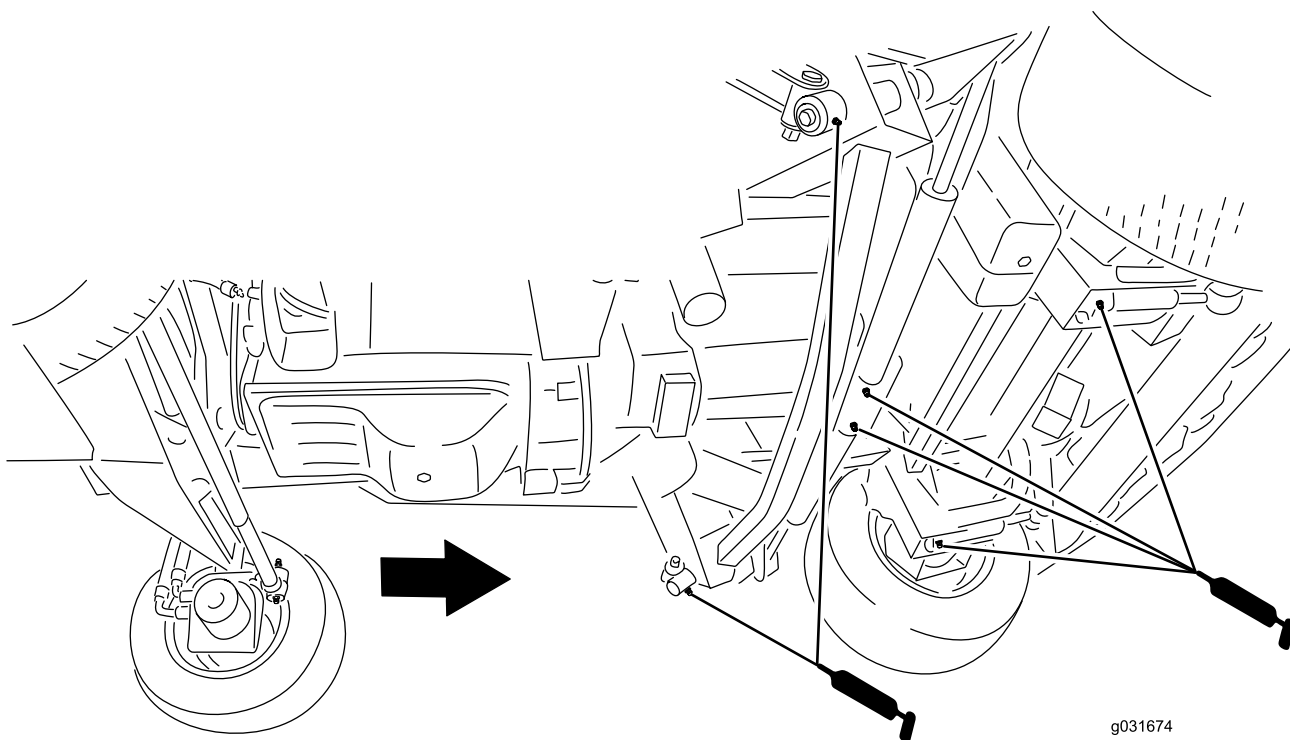

Figura 80
- 2 brazos de impacto (Figura 80)
- 2 pivotes del cilindro de elevación de la carcasa delantera (Figura 80)
- 2 pivotes del cilindro de elevación de la carcasa lateral (Figura 80)